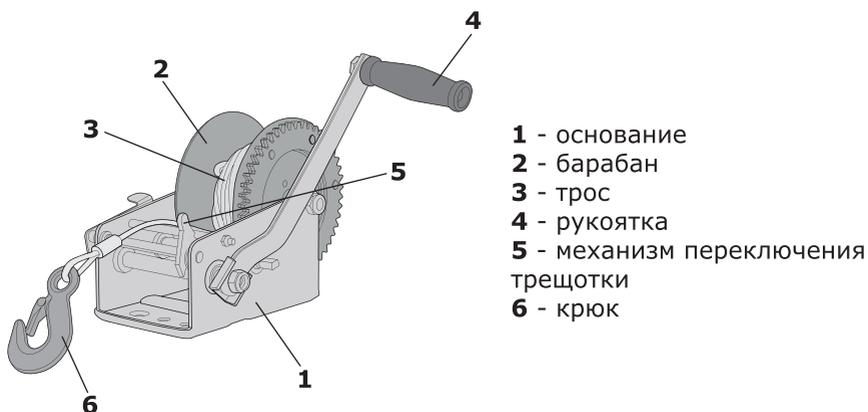

рис. 1
1.5 Общий вид лебёдки схематично представлен на рис.1
LBR-540 - на 3-х осях между вертикальными пластинами закреплены: барабан с ведомой шестернёй (рис.1 поз.2) с намотанным гибким тросом (рис.1 поз.3) и крюком (рис.1 поз.6); рукоятка (рис.1 поз.4) с ведущей шестернёй; механизм грузоподъёмного тормоза (трещётка рис.1 поз.5)
LBR-1100 - на 4-х осях между вертикальными пластинами закреплены: барабан с ведомой шестернёй (рис.1 поз.2) с намотанным гибким тросом (рис.1 поз.3) и крюком (рис.1 поз.6); рукоятка (рис.1 поз.4) с ведущей шестернёй; ось с промежуточной зубчатой передачей. Данная модель имеет двухступенчатый редуктор увеличения крутящего момента; механизм грузоподъёмного тормоза (трещотка рис.1 поз.5)